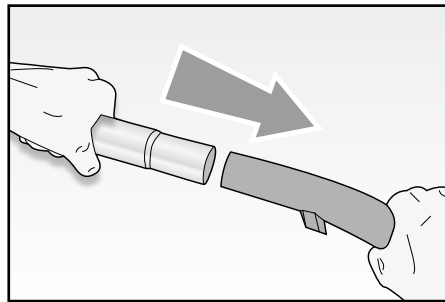

Fig. 3
- Inserire il tubo telescopico (M) sull'impugnatura (Fig. 3).